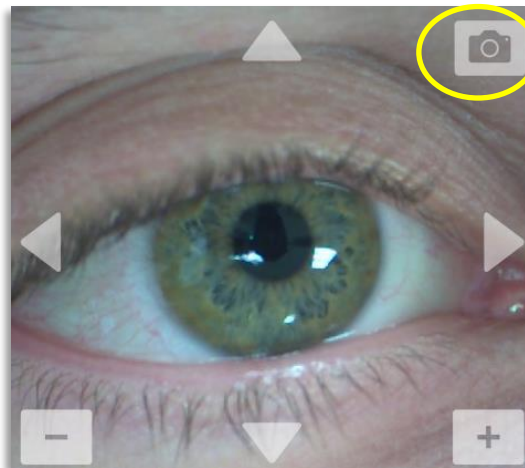

Figura 3-31. Capturar imagens
- Para capturar uma imagem, selecione o botão de câmara no canto superior direito da imagem do olho como mostrado na figura 3-31.